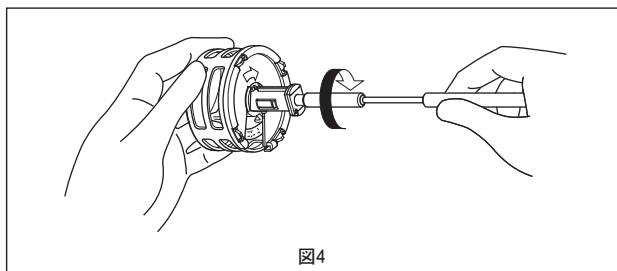

図4
4. プラスチック製のスリーブまたはクリップを握って (図4)、白いホルダポストがロック解除の位置に来るまで回し続けます (図5a、5b)。